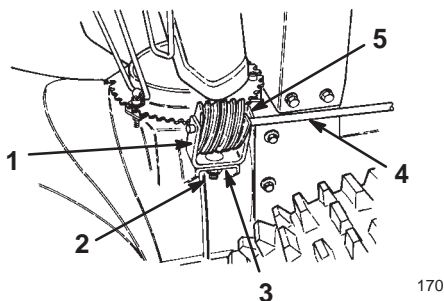

Figure 8
1. Introduisez la vis de carrossier de 2,5 cm (1 pouce) dans le trou de montage du support de la vis sans fin (Fig. 8).
2. Placez la vis sans fin dans le support, alignez les trous et introduisez la tige de commande d'orientation de l'éjecteur dans le support et la vis sans fin (Fig. 8).
3. Montez la vis sans fin et le support sur la bride, sans serrer, à l'aide d'une vis de carrossier, d'une rondelle plate et d'un contre-écrou (Fig. 8).